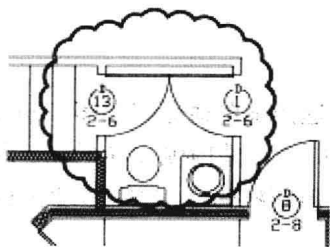

图 3-6-6
(3) 当开始弧线和结束弧线相接时，命令行提示“修订云线完成”。修订云线闭合，如图 3-6-6 所示。